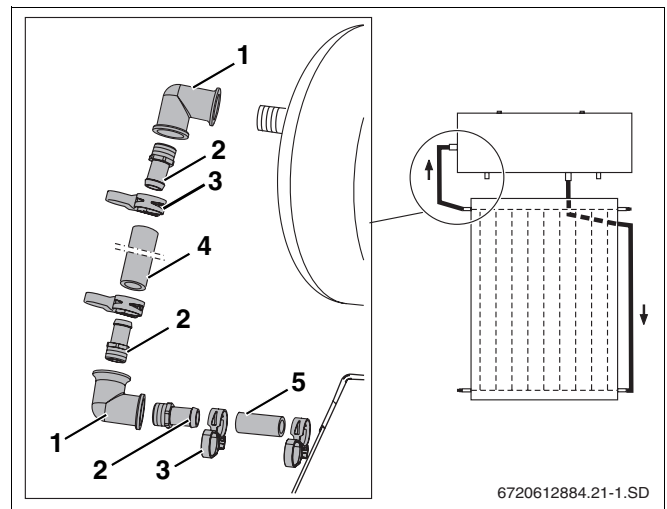

Fig. 21 Montaje del conducto de alimentación
- ▶ Introduzca el tubo solar corto (fig. 21, **pos. 5**) en la conexión del colector superior y empuje la abrazadera (fig. 21, **pos. 3**) hasta que toque el colector.
- ▶ Cuando la abrazadera está correctamente asentada (fig. 21, **pos. 3**) podrá retirar el anillo de seguridad.
- ▶ Premonte los ángulos superior e inferior (fig. 21, **pos. 1**) con las boquillas portatubos (fig. 21, **pos. 2**). Enrosque el ángulo superior con la boquilla portatubo en la conexión de impulsión.
- ▶ Una el acumulador y el colector mediante el tubo solar de 300 mm (fig. 21, **pos. 4**) y asegure la unión con abrazaderas.